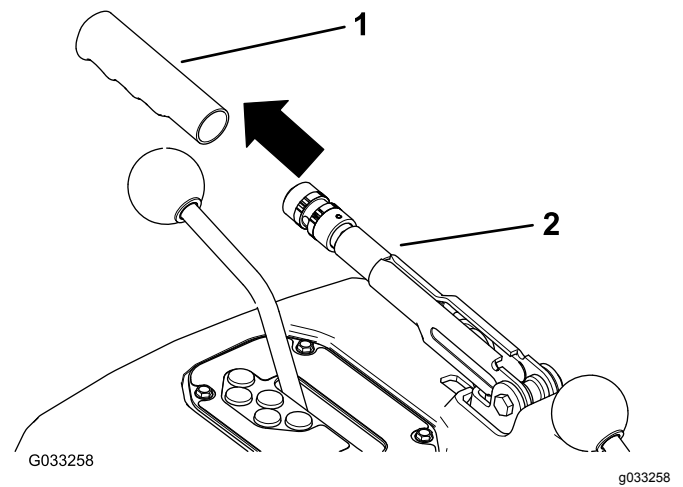

Figura 74
1. Retire la empuñadura de goma de la palanca del freno de estacionamiento (Figura 74).
5. Instale la empuñadura de goma en la palanca del freno de estacionamiento (Figura 74).